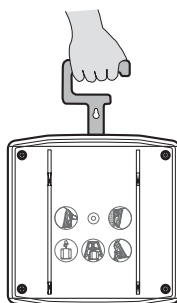

Figura 11
3.1.4. Trasportata a mano (figura 11).